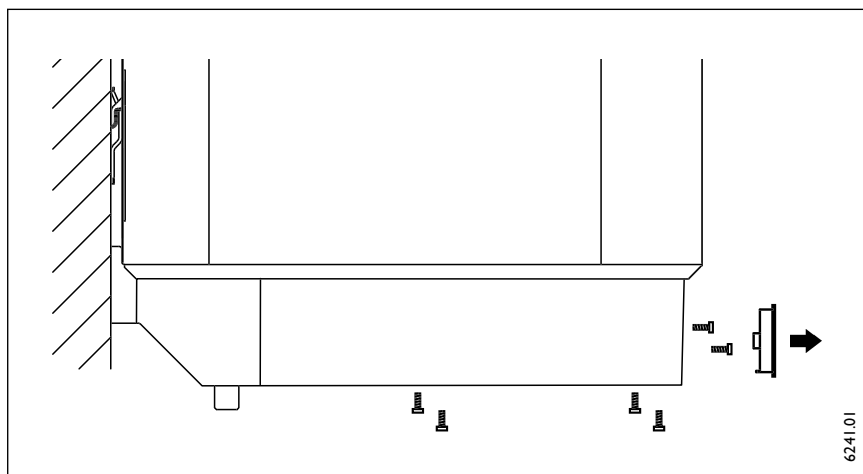

рис. 9
- Монтируйте предохранительные группы конструкций: KV 30 (давление водопровода до 4,8 бар), рис.9,A, или KV 40 (давление водопровода до 10 бар), рис.9,B.
- Снять ручку выбора температуры, вывернуть болты, снять нижнюю крышку (рис.9).